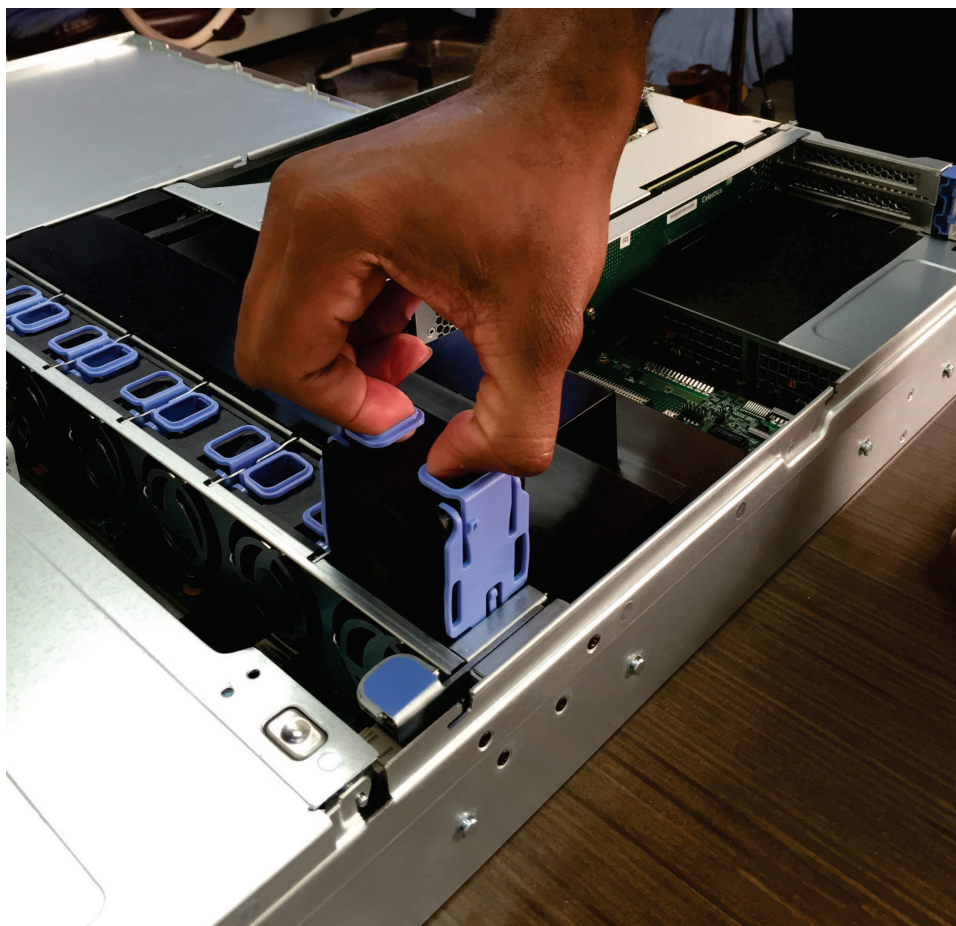

Figura 175. Removendo um ventilador 2145-SV1
7. Segure o ventilador pelos encaixes para os dedos nas laterais, conforme mostrado em Figura 175 na página 214.